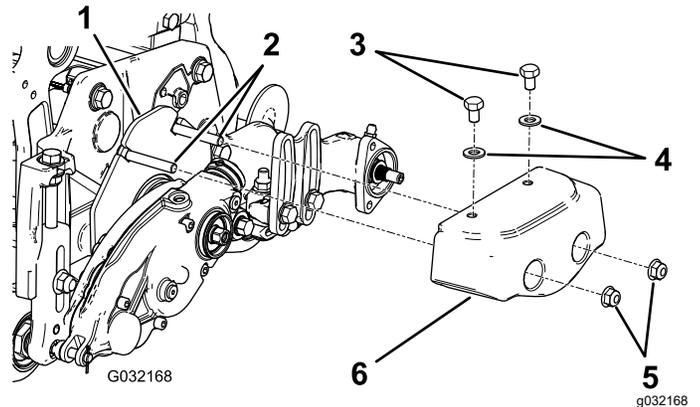

Figura 6
- Apparati di taglio elettrici da 12,7 cm: necessitano del kit zavorra (modello 03419) come illustrato nella Figura 6; eliminate la zavorra e i dispositivi di fissaggio in dotazione con il kit spazzola (non utilizzare).
- Apparati di taglio idraulici ed elettrici da 17,8 cm: necessitano del kit zavorra (modello 03419) come illustrato nella Figura 6 per il kit spazzola (modello 03659).